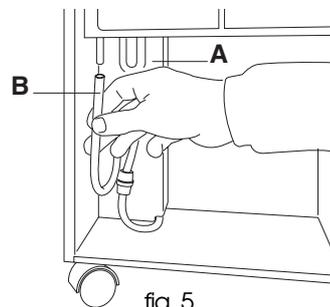

fig. 5
**Si vous voulez écouler l'eau de condensation directement dans le réservoir, veuillez vérifier que l'interrupteur pompe est éteint (voir fig. 5 pour les détails).**
vider le bac de récupération du condensat **A** (fig.5):